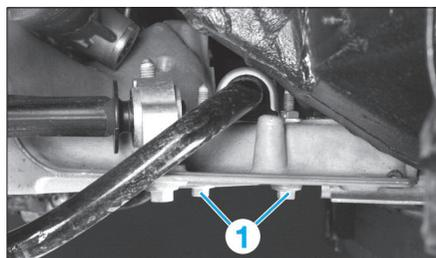

Fig. 11
- les quatre vis de fixations (1) (Fig.11) des deux paliers de la barre stabilisatrice,